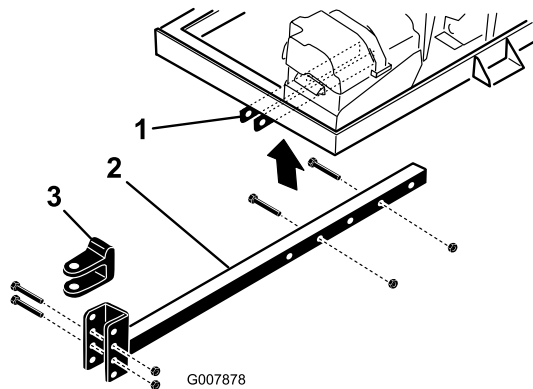

Рисунок 4
3. Вставьте трубу сцепного устройства в кронштейны рамы (Рисунок 4). Прикрепите трубу к раме с помощью 2 болтов (3/8 x 3 дюйма) и фланцевых гаек (3/8 дюйма), затяните их с моментом 40 Н·м.
- Отверните болты и контргайки, которые крепят вилку сцепного устройства (Рисунок 4) к трубе сцепного устройства.